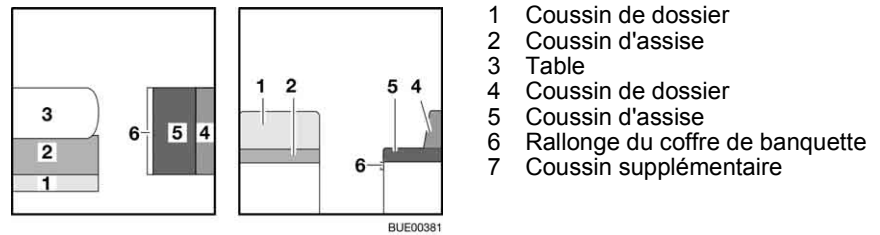

Fig. 120 Avant la transformation
- Convertir la table (Fig. 120,3) en sommier de lit (voir paragraphe 6.11).
- Placer le coussin de dossier (Fig. 120,1) de côté.